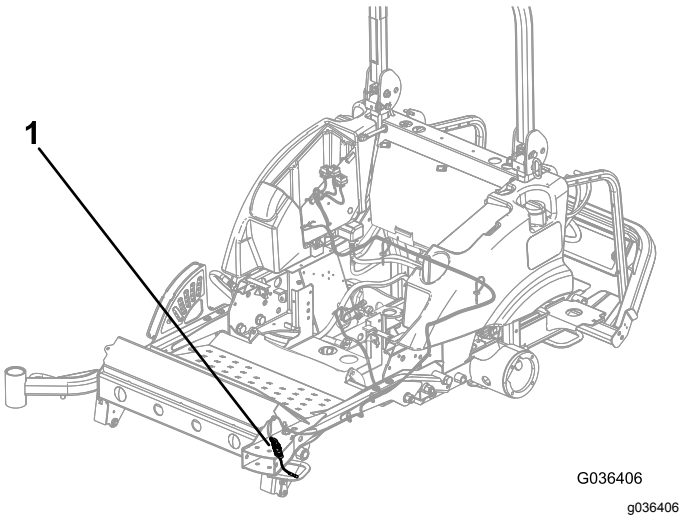

Figura 25
- 9. Enchufe el arnés de cables de derivación en el arnés de cables de la carcasa, tal y como se muestra en la Figura 25.